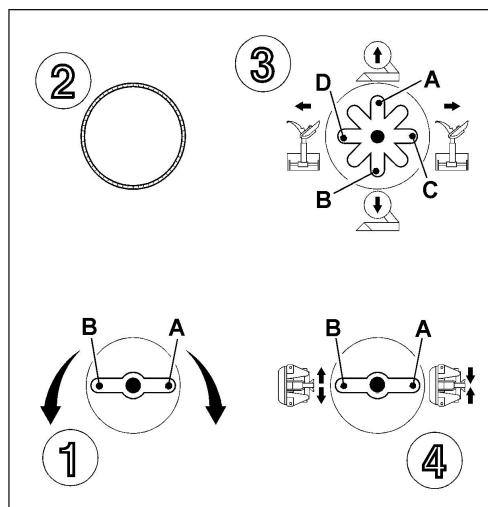
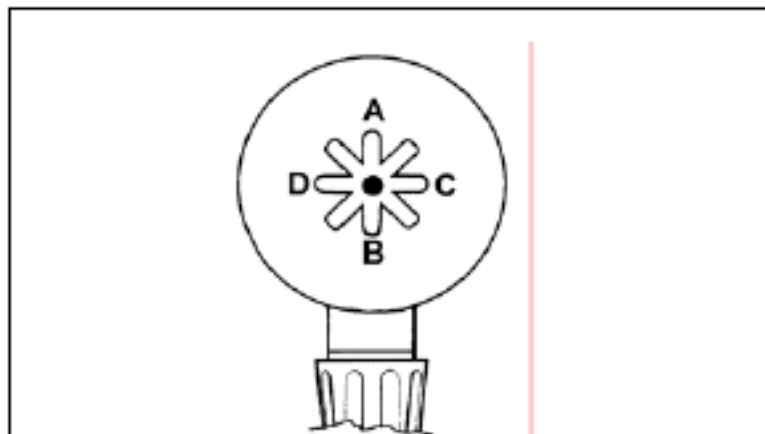

Рис.10
Рис.11
**3. ТОЛЬКО ДЛЯ МОДЕЛЕЙ С ПОДВИЖНЫМ РЫЧАГОМ (BOXER KING 2600L):** Установите переключатель (№1 Рис.10) в положение **А**: патрон начнёт вращаться по часовой стрелке. Установите переключатель в положение **В**: патрон будет вращаться против часовой стрелки.
**4.** Установите переключатель (№3 Рис.10 или Рис.11) в положение **A**: опорный рычаг поднимется вверх. Установите переключатель в положение **B**: рычаг опустится вниз.
**5.** Установите переключатель (№3 Рис.10 или Рис.11) в положение **C**: каретка переместится вправо. Установите переключатель в положение **D**: каретка переместится влево.